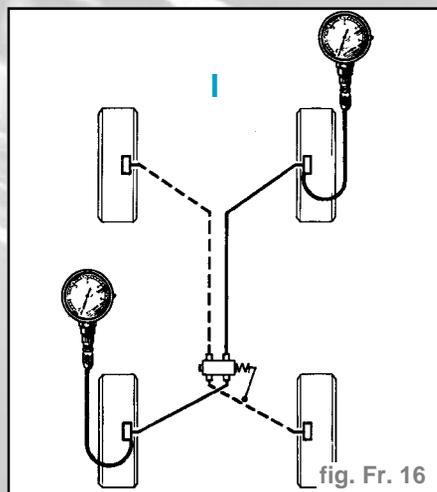

fig. Fr. 16
- I : avant droit / arrière gauche (fig. Fr. 16).